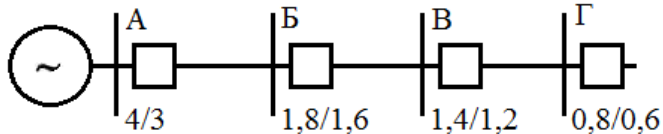

Рис. 1.1. Принципиальная схема четырех участков линии с односторонним питанием
3. На рис. 1.1 цифрами возле точек К3 указаны в кА величины токов К3: в числителе – трехфазного, в знаменателе – двухфазного. Удовлетворяют ли требованиям чувствительности защиты, установленные на подстанциях А и
4. На рис. 1.1 цифрами возле точек КЗ указаны в кА величины токов КЗ: в числителе – трехфазного, в знаменателе – двухфазного. Удовлетворяют ли требованиям чувствительности защиты, установленные на подстанциях А и Б, если токи срабатывания этих защит составляют 1 кА (на подстанции А) и 0,5 кА (на подстанции Б), а также на шинах подстанции В токи КЗ равны 1,2/1 кА?
5. На рис. 1.1 цифрами возле точек КЗ указаны в кА величины токов КЗ: в числителе – трехфазного, в знаменателе – двухфазного. Удовлетворяют ли требованиям чувствительности защиты, установленные на подстанциях А и Б, если токи срабатывания этих защит составляют 1 кА (на подстанции А) и 0,5 кА (на подстанции Б), а также на шинах подстанции Г токи КЗ равны 0,6/0,5 кА?